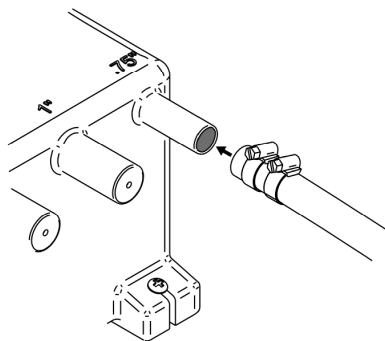

Figura 7 – Fissaggio del tubo flessibile all'apertura del pozzetto di raccolta
| 11. Contatti del servizio di assistenza    | Figura 7      | Versione a sensore singolo  |
**Passo 3:** Fissare tutte le tubazioni flessibili alle aperture selezionate usando delle fascette per tubi flessibili adeguate, come illustrato nella figura 7. Verificare che non siano presenti perdite. Non serrare eccessivamente le fascette per tubi flessibili.